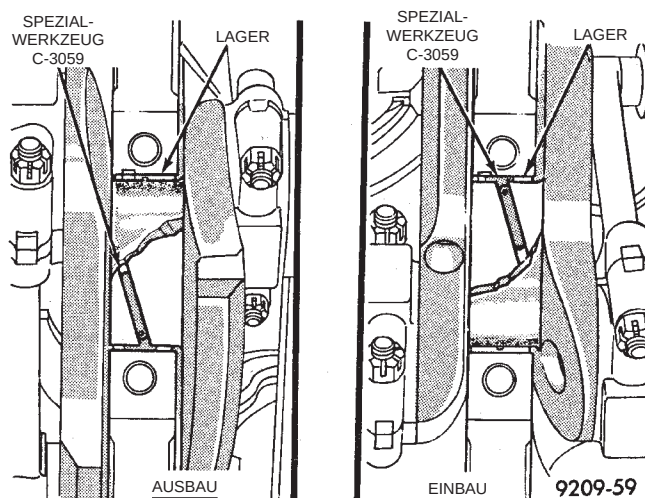

Abb. 88 Obere Hauptlagerschale mit Spezialwerkzeug C-3059 ausbauen und einbauen
(1) Ölwanne, Ölansaugrohr und Grundplatte/Kurbelgehäuse abbauen. Näheres hierzu siehe entsprechende Anleitung in diesem Abschnitt. Lagerdeckel vor dem Ausbau kennzeichnen.
(2) Lagerdeckel einzeln nacheinander ausbauen. Obere Lagerschale ausbauen, hierzu das Hauptlager-Montagewerkzeug C-3059 (Abb. 88) in die Ölbohrung der Kurbelwelle einführen.
(3) Kurbelwelle langsam nach rechts drehen, dadurch wird die obere Lagerschale ausgeschoben.
(1) Hauptlager mit frischem Motoröl schmieren.
(2) Lagerschale ansetzen und Hauptlager-Montagewerkzeug C-3059 in die Ölbohrung der Kurbelwelle einführen (Abb. 88).
(3) Kurbelwelle langsam nach links drehen und dadurch die Lagerschale in Einbaulage schieben. Hauptlager-Montagewerkzeug C-3059 entfernen.